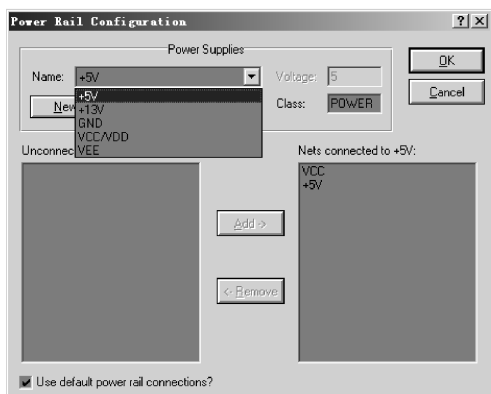

图 4.19 配置电源的相关隐含值
- **Configure Power Rails**: 用于配置电源的相关隐含值，该命令会弹出如图 4.19 所示的对话框，在该对话框中可以找到所有设计中所有的电源列表，可以对其进行相应设计，例如，图 4.19 中则将该设计中所有的  $V_{CC}$  和 +5V 都连接到了一起。